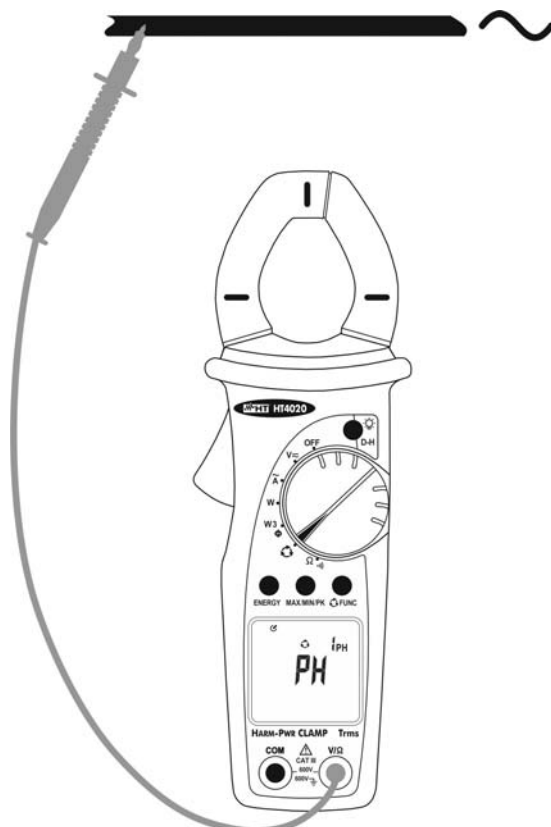

Fig. 15: Uso dello strumento come funzione cercafase a 1 terminale
3. Collegare il puntale rosso al cavo in prova (vedere Fig. 15). In alternativa usare la protezione in gomma per alloggiare il puntale rosso